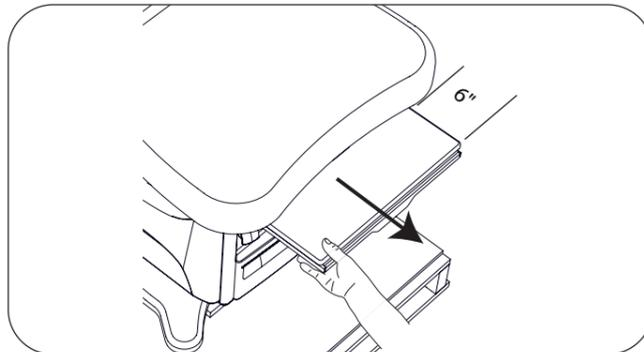

Figure 15. Support de jambe retiré 6"
16. Préparez l'avant de la table pour le levage en tirant le support de jambe d'environ 6" (Figure 15). NE PAS étendre complètement le support de jambe car cela pourrait endommager le mécanisme coulissant.